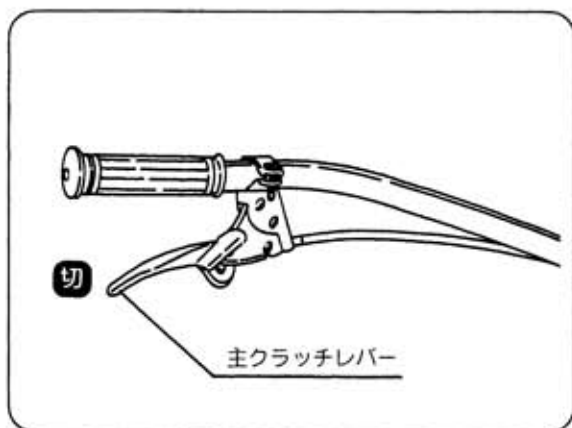

図10
- ① 主クラッチレバーを [切] 位置にします。(図10)